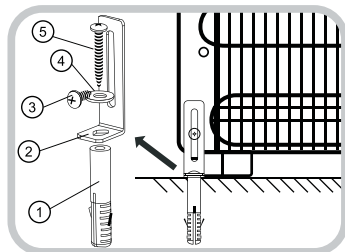

Fig.6
13. Instalacion del Kit de Anclaje (Fig. 6)